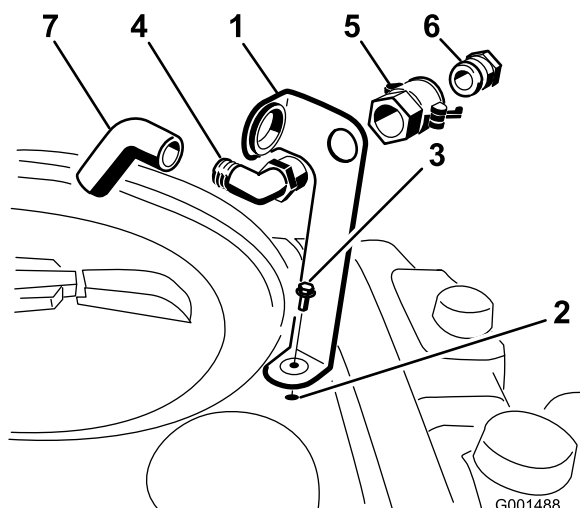

Figura 3
urub cu guler (5/16 x 3/4"), aa cum se arată în Figura 3.
2. Aezai capătul filetat al fittingului cu cot de 90° prin suport i introduceți cuplajul rapid pe acesta, fixându-l pe suport (Figura 3).
3. Montai adaptorul pentru furtun în cuplajul rapid (Figura 3).
4. Blocați adaptorul în poziție prin balansarea manetelor spre adaptor și apoi fixați-le cu tifturile în formă de agrafă (Figura 3).
5. Montați furtunul anti-sifon prin deschiderea mare de pe suport și pe capătul inelat al fittingului cu cote de 90° (Figura 3).